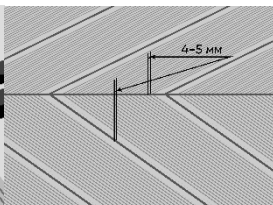

Рисунок 7
- При укладке торцевых досок со стыком в ус должен соблюдаться зазор не менее 5 мм (рис.7), при этом концы досок должны опираться каждый на свою лагу, смонтированную параллельно к зазору в ус.